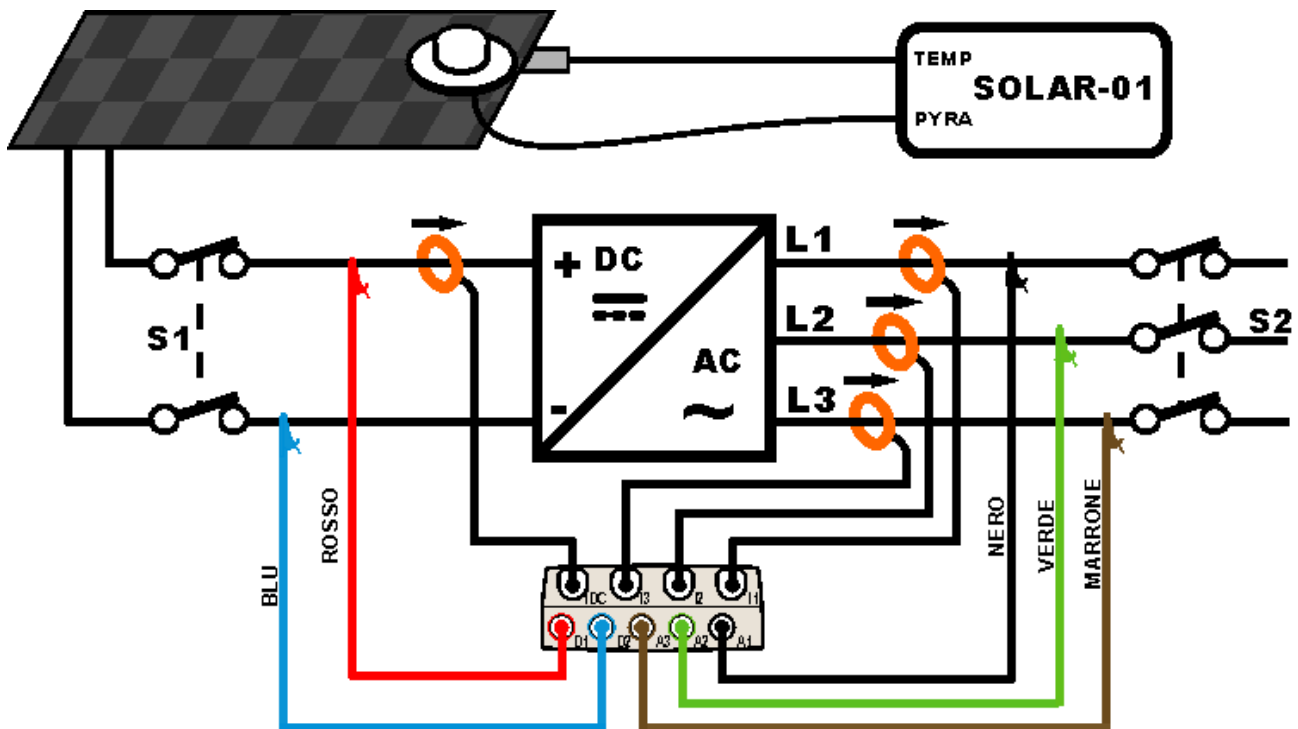

Fig. 162: Collegamento dello strumento in un sistema FV-3 con SOLAR-01
2. Collegare gli ingressi **D1** e **D2** rispettivamente ai poli positivo e negativo di uscita della stringa. Collegare gli ingressi **A1**, **A2**, **A3** ai conduttori di Fase rispettando i colori come mostrato in Fig. 162
3. Collegare la pinza di corrente DC sul conduttore positivo in uscita dalla stringa **rispettando il verso della freccia** presente sulla pinza stessa come indicato in Fig. 162.. **Controllare lo stato delle batterie interne della pinza prima del collegamento**
4. Collegare le pinze AC sui conduttore di Fase L1, L2, L3 **rispettando il verso della freccia** presente sulle pinze stesse come indicato in Fig. 162. Collegare l'uscita delle pinze rispettivamente agli ingressi **I1**, **I2**, **I3** dello strumento.